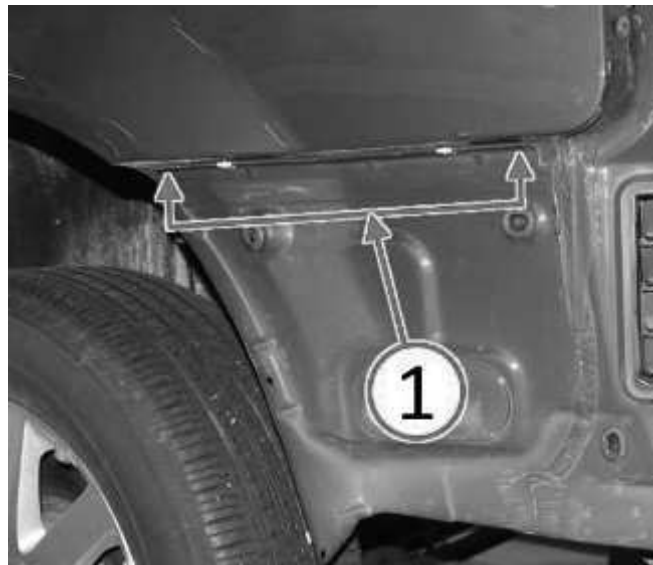

Fig. 1 Schlitz des linken Tragflansches der Stoßfängerverkleidung reinigen
3. Den Schlitz des linken Tragflansches der Stoßfängerverkleidung reinigen, um Schmutz oder Rückstände zu entfernen. (Fig. 1).